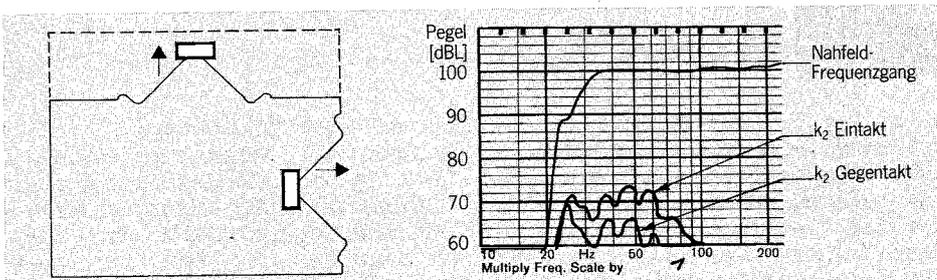

Bild 1: Das Magnetsystem, einmal nach aussen und einmal nach innen montiert, kompensiert die geradzähligen Harmonischen (Klirr).
- Boxen-Eigentöne (Resonanzeffekte) können durch die gegen Fremdeinflüsse resistent gewordene Membran nicht mehr nach aussen gelangen. Ein glatter Frequenzgang (siehe Bild 1) ist die Folge. Die Erscheinung einer undefiniert rumpelnden Box gehört der Vergangenheit an.